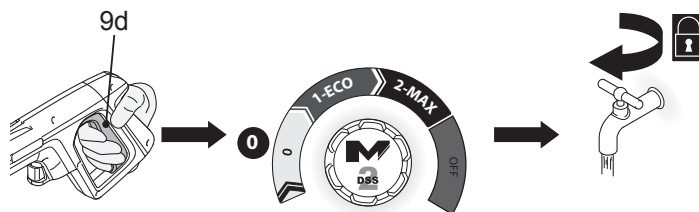

Fig. 22
1. Solte o gatilho (9d) (Fig. 22).